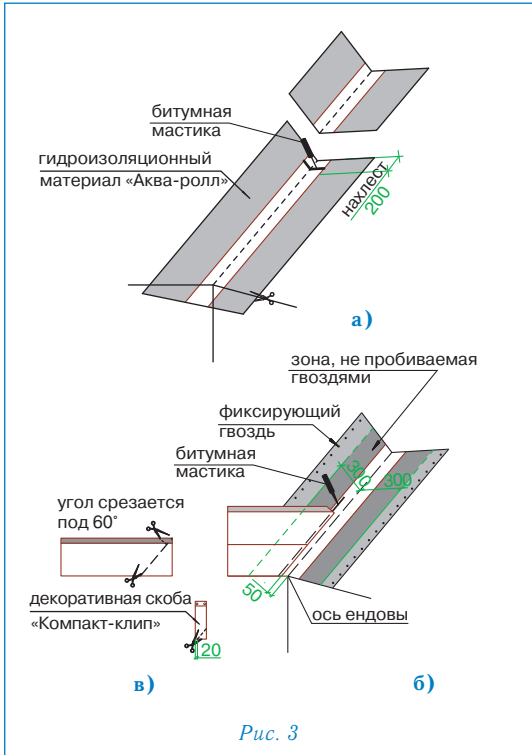

Рис. 3
### Ендова (рис. 3)
- ровно по центру ендовы расстилается специальный рулонный материал «Аква-ролл», фиксируется в верхней части двумя гвоздями и обрезается в нижней части по линии карниза (рис. 3а);
**2.** «Аква-ролл» укладывается с нахлестом 20 см, место нахлеста тщательно обрабатывается битумной мастикой (рис. 3а).
- непосредственно перед укладкой в ендову черепицы, защитная пленка с лицевой стороны «Аква-ролла» снимается и на самоклеящуюся поверхность укладываются листы черепицы, обрезанные в соответствии с заранее отбитыми линиями (рис. 3б).
**Внимание: 1.** Необходимо также подрезать верхний уголок обрезанного края листа (см. рис. 3в) для правильного стока воды.
**2.** Крепление обрезанного листа к медной части «Аква-ролла» осуществляется при помощи сплошной полосы битумной мастики (рис. 3б).
**4.** В случае, если скоба «Компакт-клип» приходится на место среза листа, можно либо обрезать накладку, оставив минимум 2 см в нижней части (рис. 3в), либо произвести укладку листов без использования накладки.